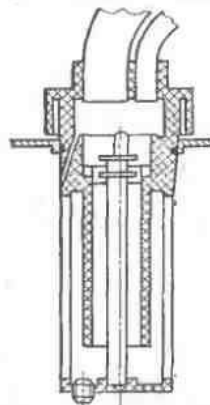

Рис. 3. Схема смазки
**ВНИМАНИЕ!** Обязательно нужно проверить по маслоуказателю 1 (рис. 3) действие системы централизованной смазки шпиндельной бабки и коробки подач. При невращающемся маслоуказателе работа на станке недопустима.
ствии с «Картой смазки» (п. 6.2) и схемой смазки (рис. 3) заполнить резервуары смазкой и смазать указанные в карте механизмы.
| Смазываемые механизмы                                              | Тип смазки                           | Марка смазочного материала | Периодичность смазки или замена масла         | Номер смазываемой точки по схеме смазки (рис. 3) | Количество заливаемого масла, л (англ. галлон) |
Шестеренный насос ГИ-11А 5 (см. рис. 3), приводимый от электродвигателя главного привода через ременную передачу, засасывает масло из резервуара и подает его через сетчатый фильтр 7 к подшипникам шпинделя и на маслораспределительные лотки. Примерно через минуту после включения электродвигателя начинает вращаться диск маслоуказателя 1 на шпиндельной бабке. Его постоянное вращение свидетельствует о нормальной работе системы смазки. Из шпиндельной бабки и коробки подач масло через заливной сетчатый фильтр 8 с магнитным вкладышем сливается в резервуар.